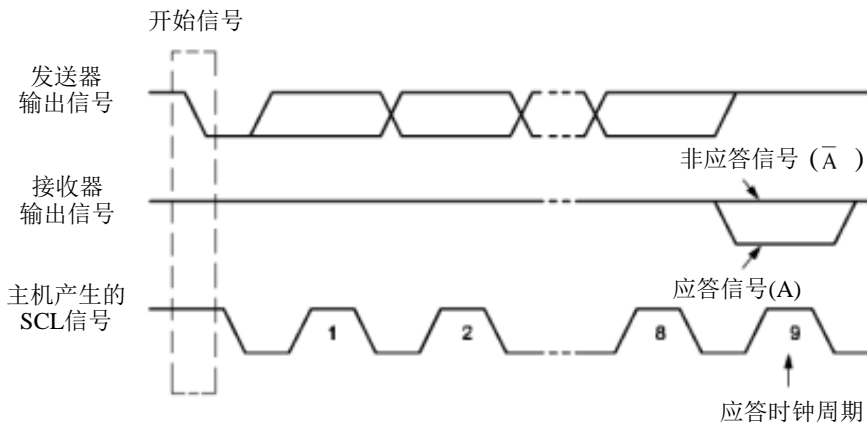

Figure 15-5 IIC 总线的应答信号
**重新开始信号 (Repeated START):** 在 IIC 总线上，由主机发送一个开始信号启动一次通信后，在首次发送停止信号之前，主机通过发送重新开始信号，可以转换与当前从机的通信模式，或是切换到与另一个从机通信。如 Figure15-5 所示，当 SCL 为高电平时，SDA 由高电平向低电平跳变，产生重新开始信号，它的本质就是一个开始信号。
**应答信号 (A):** 接收数据的 IIC 在接收到 8 位数据后，向发送数据的 IC 发出的特定的低电平脉冲。每一个数据字节后面都要跟一位应答信号，表示已收到数据。应答信号在第 9 个时钟周期出现，这时发送器必须在这一时钟位上释放数据线，由接收设备拉低 SDA 电平来产生应答信号，由接收设备保持 SDA 的高电平来产生非应答信号 (A-bar)，如 Figure15-5 所示。所以，一个完整的字节数据传输需要 9 个时钟脉冲。如果从机作为接收方向主机发送非应答信号，这样，主机方就认为此次数据传输失败；如果是主机作为接收方，在从机发送器发送完一个字节数据后，发送了非应答信号，从机就认为数据传输结束，并释放 SDA 线。不论是以上哪种情况都会终止数据传输，这时，主机或是产生停止信号释放总线，或是产生重新开始信号，开始一次新的通信。开始信号、重新开始信号和停止信号都是由主控制器产生，应答信号由接收器产生，总线上带有 IIC 总线接口的器件很容易检测到这些信号。